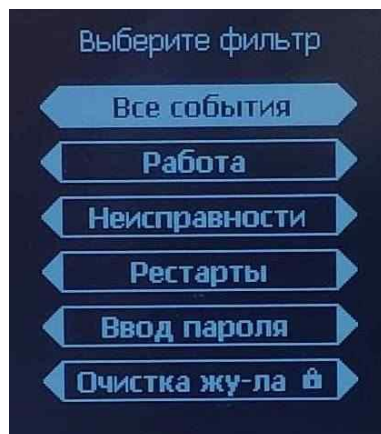

Рисунок 2 – Фільтр журналу подій
1. «Журнал» – розділ призначений для перегляду журналу подій. В журналі передбачений фільтр подій (див. рисунок 2). При виборі пункту «Всі події» виводяться всі записи журналу (див. рисунок 3).